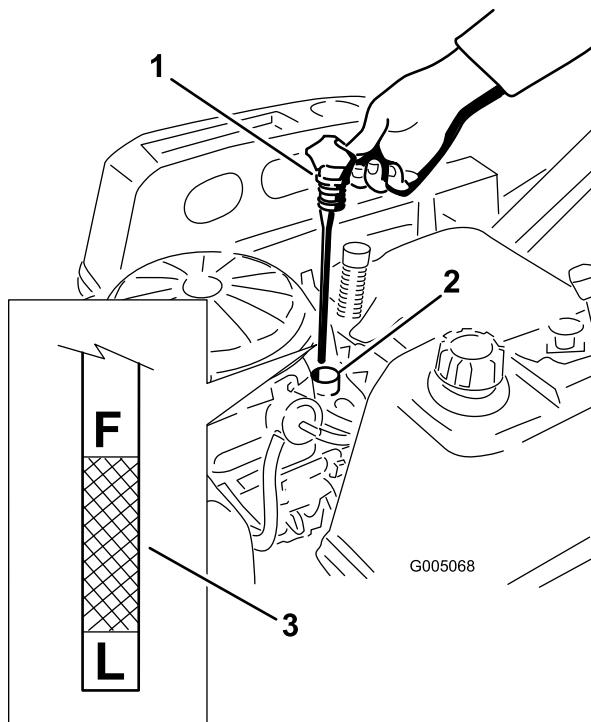

Figure 32
4. Sortez le bouchon de remplissage/la jauge de niveau d'huile et essuyez-la sur un chiffon. Remettez la jauge en place en l'enfonçant au maximum (Figure 32).
5. Sortez de nouveau la jauge et contrôlez le niveau d'huile (Figure 32).
7. Tournez le robinet de vidange d'huile de 1/4 de tour dans le sens anti-horaire pour l'ouvrir et permettre à l'huile de s'écouler (Figure 34). Enlevez le bouchon de remplissage/la jauge (Figure 32).
14. Versez avec précaution environ 80 % de la quantité d'huile spécifiée dans le goulot de remplissage (Figure 32).
15. Remettez fermement en place le bouchon de remplissage/la jauge d'huile (Figure 32).
16. Vérifiez le niveau d'huile (Figure 32) ; voir Contrôle du niveau d'huile.
18. Remettez fermement en place le bouchon de remplissage/la jauge d'huile (Figure 32).